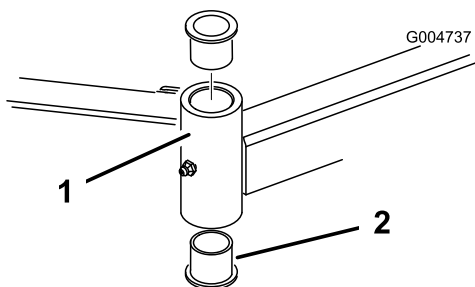

Figura 31
4. Inserite un punteruolo nella parte superiore o inferiore del tubo di fissaggio, e spingete la boccola fuori del tubo (Figura 31). Estraiete dal tubo anche l'altra boccola. Pulite l'interno dei tubi di fissaggio.